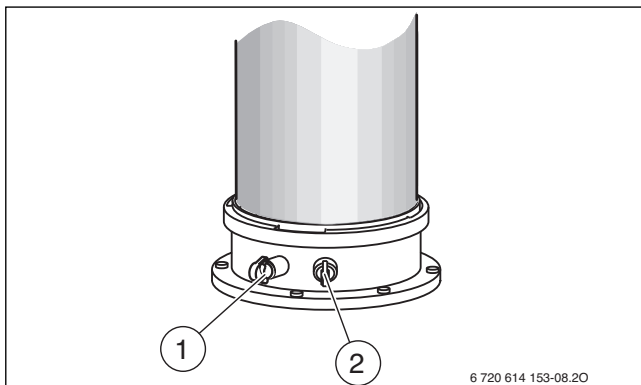

Bild 37 Abgasmessstutzen und Verbrennungsluft-Messstutzen
- ▶ Stopfen am Abgasmessstutzen [1] entfernen (→ Bild 37).